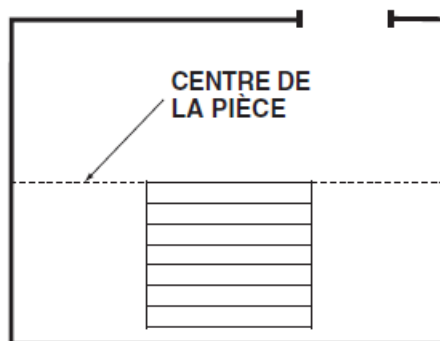

Figure 1 - Disposition à sec pour déterminer la largeur de la planche de bordure
- Déterminez dans quel sens les planches seront installées. Trouvez le centre de chaque mur d'extrémité (les murs perpendiculaires au sens des planches) et tracez une marque de crayon sur le sol. Reliez les deux marques en claquant une ligne de craie au centre de la pièce (Figure 1). Disposez les planches à sec à partir de la ligne centrale jusqu'au mur parallèle au sens des planches pour déterminer la largeur de la dernière rangée de planches (Figure 1).